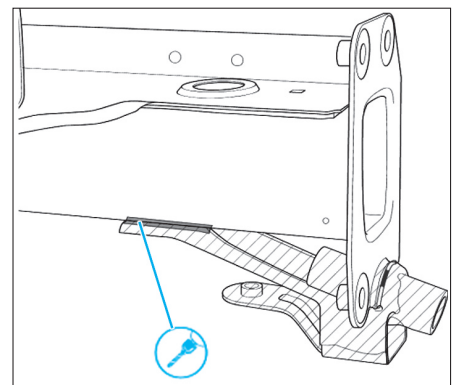

FIG. 23
- Sur le longeron AVD, déposer d'abord l'œillet de remorquage (Fig.23).